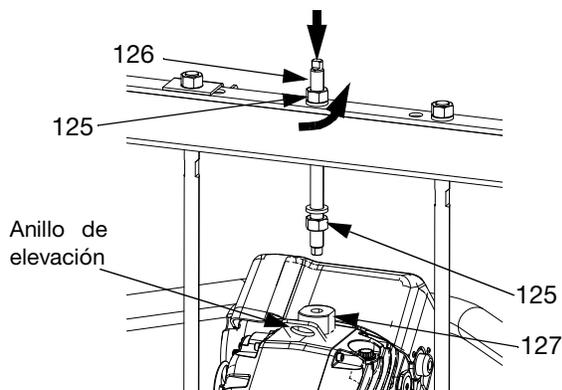

FIG. 50: Plato de 200 l (55 gal.)
- 5. Desconecte el controlador (AB):
- a. *Unidades de suministro con elevador D200 de 7,6 cm (3 pulg.) y D200s de 16,5 cm (6,5 pulg.):* fije un dispositivo de izado seguro al anillo de elevación del controlador. Afloje la tuerca (125) debajo del travesaño. Use una llave para sujetar el adaptador del anillo de elevación (127) en su sitio y afloje con otra llave la varilla roscada (126) encima del travesaño. Consulte la FIG. 50.